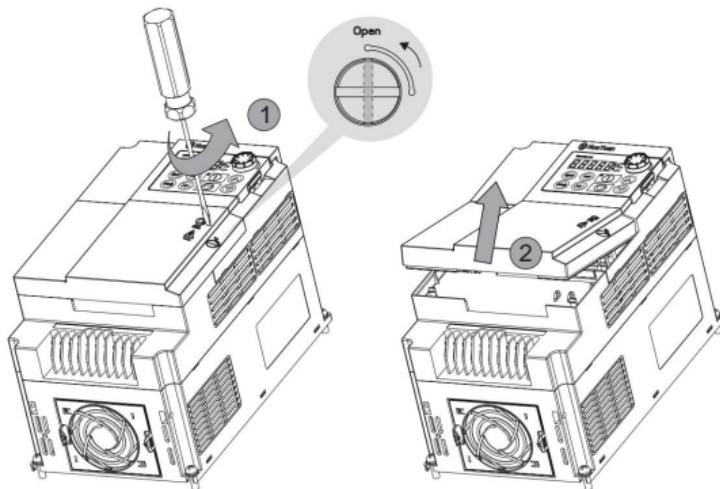

Fig. 2-7 Desmontagem da tampa do terminal
⑥ Disassembly and installation of terminal cover
- UM. A desmontagem da tampa do terminal é mostrada na Fig. 2-7. Use uma chave de fenda de ponta chata para girar o parafuso de plástico no sentido anti-horário na direção 1 e remova o parafuso de plástico e, em seguida, remova a tampa do terminal na direção 2.